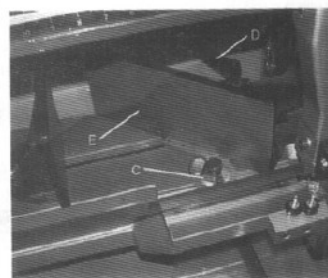

Рис. 15
5. Поверните правую губку тисков (C) полностью влево, как показано на Рис. 15, и замкните подпружиненную зажимную ручку (D).
6. При помощи комбинированного угольника (E) поместите один конец угольника на губке тисков, а другой конец - на полотне, как показано на Рис.15. Проверьте, чтобы было видно, что губка тисков находится под углом 45 градусов к полотну.